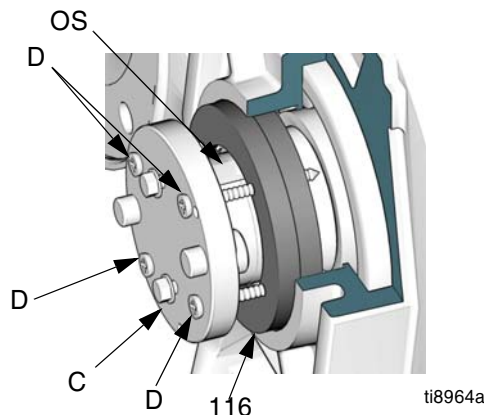

ABB. 8. Ausgangswellendichtungen ausbauen
4. Die zwei Ausgangsdichtungen (116) folgendermaßen entfernen:
- Siehe ABB. 8. Das Werkzeug (C) zur Ausgangswelle (OS) ausrichten. An Ort und Stelle halten.
- Die Dichtungen (116) mit Vorbohrungen eines Durchmessers von 7/64 Zoll (2,8 mm) versehen; dabei als Vorlage die Bohrungen für die Blechschrauben (D) verwenden. Die Blechschrauben (D) durch das Werkzeug hindurch in den Dichtungen (116) installieren.
- Die Schrauben (D) gleichmäßig anziehen, um beide Dichtungen herauszuziehen.